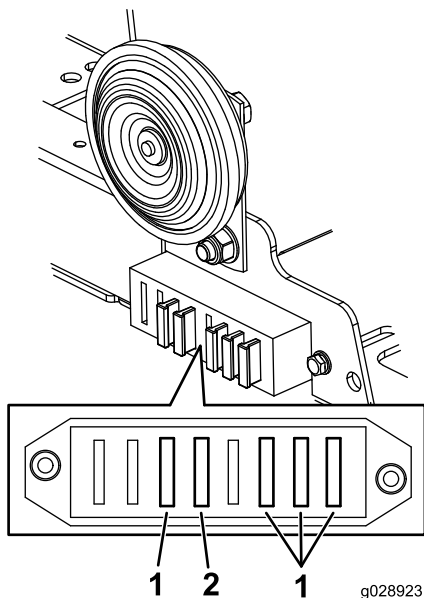

Bild 4
1. Setzen Sie die Sicherungen (10 A und 15 A) unter der Hupe ein, wie in Bild 4 abgebildet.